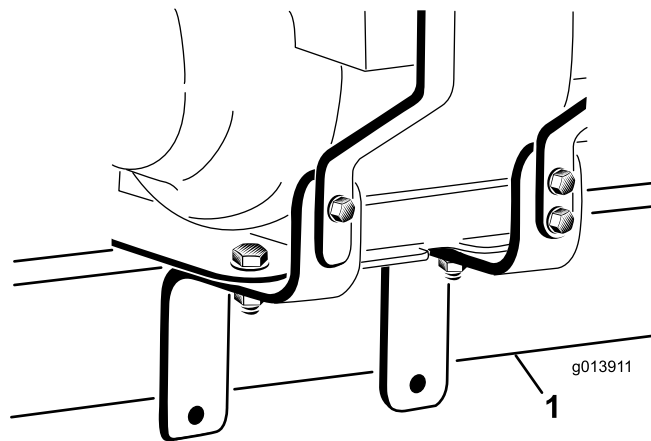
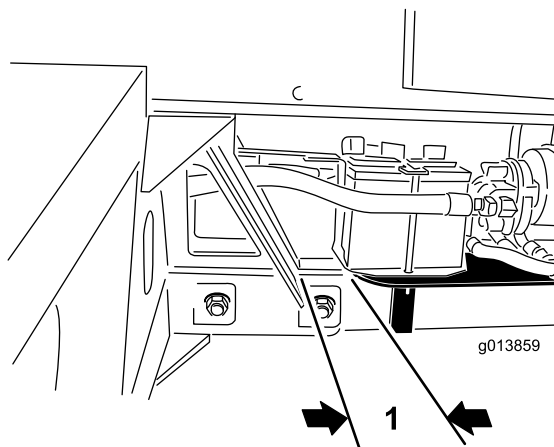

図 5
図 6
19. エンジン・アセンブリは重いので、位置決めが難しい。助手を一人使って、エンジン・アセンブリをプロパスのヒッチチューブに載せる。エンジンの取り付けブラケットがヒッチチューブ (図 5) をまたいでいること、また、エンジン取り付けプレートの後部とプロパスのヒッチチューブのレシーバとの距離が約25mmであることを確認する (図 6)。